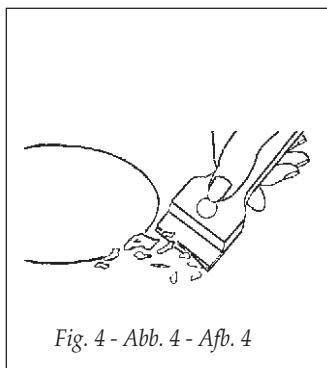

Fig. 4 - Abb. 4 - Afb. 4
*(Fig.-4) First of all remove stray food bits and grease drops from the cooking surface with the special scraper (fig. 4). Then clean the hot area as best as possible with SIDOL, STAHLFIX or other similar products with a paper-towel, then rinse again with water and dry with a clean cloth. Pieces of aluminum foil and plastic material which have inadvertently melted or sugar remains or highly sacchariferous food have to be removed immediately from the hot cooking area with the special scraper (fig. 4).-This is to avoid any possible damage to the surface of the top.
(Abb. 4) Vor allem Essensreste und Fettspritzer von der Kochoberfläche mit einem Schaber entfernen. Danach die warme Fläche mit Sidol oder Stahlfix und Küchenpapier säubern, dann mit Wasser abwaschen und einem sauberen Lappen trocknen. Spuren von Aluminiumfolie, Plastikgegenständen, Zucker oder stark zuckerhaltigen Speisen müssen sofort von der warmen Kochfläche mit einem Schaber entfernt werden um mögliche Schäden der Plattenoberfläche zu vermeiden. Auf keinen Fall Schwämme oder Scheuerlappen verwenden; den Gebrauch von aggressiven chemischen Putzmitteln wie Fornospray oder Fleckenreinigern vermeiden.
(Fig. 4) Antes de todo quitar los residuos de comida y las salpicaduras de grasa de la superficie de cocción con una raedera. Luego limpiar en la zona caliente con Sidol o Stahifix con papel de cocina. Luego aclarar con agua y secar con un trapo limpio. Trazas de papel de aluminio, de objetos de plástico, azúcar o comidas muy sacaríferas tienen que ser quitadas inmediatamente de la zona caliente de cocción con una raedera para evitar posibles daños a la superficie de cocción. En ningún caso utilicen esponjas o estropajos; eviten también utilizar detergentes químicos agresivos como Fornospray o quitanmanchas.
(Fig. 4) Voor het koken etensresten en vetspatten van het kookoppervlak verwijderen met een schraper. Vervolgens de warme zone reinigen met Sidol of Stahfix en keukenpapier, na spoelen met water en drogen met een schoon stuk keukenpapier. Stukjes aluminiumfolie, plastic voorwerpen, suiker of sterk suikerhoudend voedsel moeten onmiddellijk van de kookzone verwijderd worden met een schraper om mogelijke beschadigingen aan het oppervlak van de plaat te voorkomen. In geen enkel geval sponzen of ruwe doeken gebruiken; ook het gebruik van agressieve reinigingsmiddelen zoals Fornospray of vlekkerwijderaars vermijden.
(Fig. 4) Antes de mais nada, elime, por meio de uma raspadeira, todos os restos de comida e salpicos de gordura da superfície de cozimento. Em seguida, limpe a zona quente com Sidol ou Stahfix, com papel de cozinha, em seguida, enxague com água e enxugue com um pano limpo. Quaisquer restos de folha de alumínio, de objectos de plástica, de açúcar ou de comida muito açucarada terão de ser removidos imediatamente da zona quente onde se cozinhou, por meio de uma raspadeira, afim de evitar possíveis danos à superfície da chapa de cozimento. De nenhuma maneira se deverá utilizar uma esponja ou esfregão abrasivo. Evitar igualmente a utilização de deterveis químicos agressivos como Fornospray ou produtos para tirar nódoas.